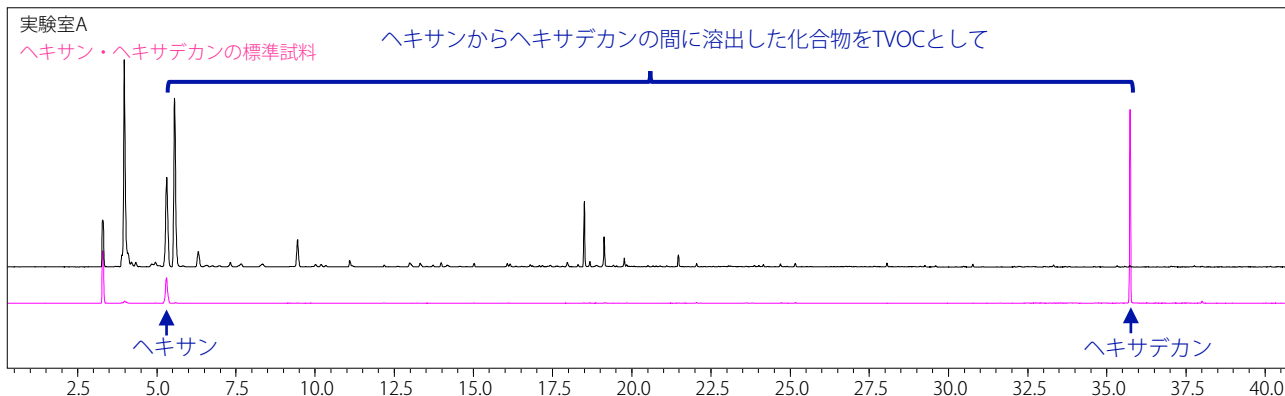

図4 実験室Aと、ヘキサン・ヘキサデカンのTICクロマトグラム
実サンプルのTICクロマトグラムを図4に示します。ここで検出されたピークの内、ヘキサンからヘキサデカンまでの溶出ピークをVOCと定義しTVOCを算出します。そして得られた結果を波形処理・定性後にTVOC計算ツールに読み込みます。すると、図5の②に全てのピークの濃度の合計値をTVOCとして自動で算出します。また、各ピークのそれぞれのトルエン換算での濃度は図5の③④のように個別に算出され、そのままレポートとして印刷が可能なので作業の効率化が実現できます。④は例として検出された化合物の一部のみを表示しています。